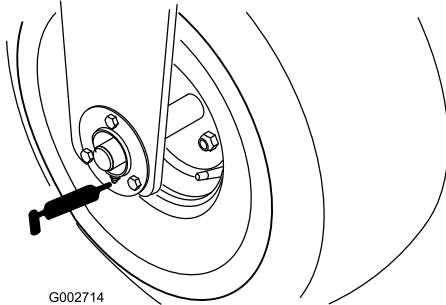

Bild 19
- Vorderradlager (1) (Bild 19)